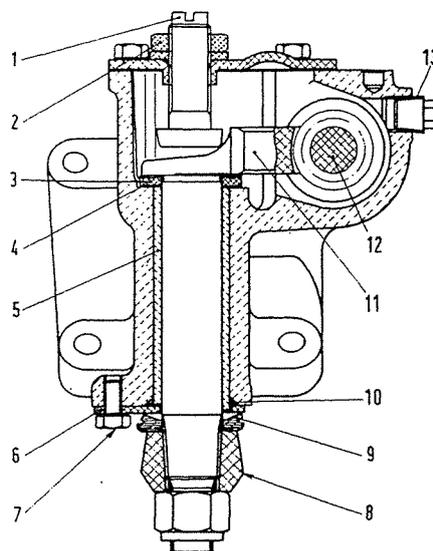

Abb. 275 - Schnitt des Lenkgehäuses durch das Lenksegment.
Das Spiel zwischen Exzenterbüchse (5, Abb. 275) und Segmentwelle (11, Abb. 275) darf nicht grösser sein als 0,10 mm (normales Einbauspiel 0-0,042 mm).
Lenkstockhebel mit dem Dichtring abnehmen. Befestigungsschraube (7, Abb. 275) der Nachstellplatte (6) lösen.
Wie schon oben gesagt, müssen das Gewinde der Schnecke und die Zähne des Lenksegments mit der Mitte ihrer Flanken tragen; ist dies nicht der Fall, dann wird das Segment durch Abnehmen bzw. Hinzufügen von Ausgleichscheiben (4, Abbildung 275) unterhalb des Druckrings des Lenksegments nachgestellt.